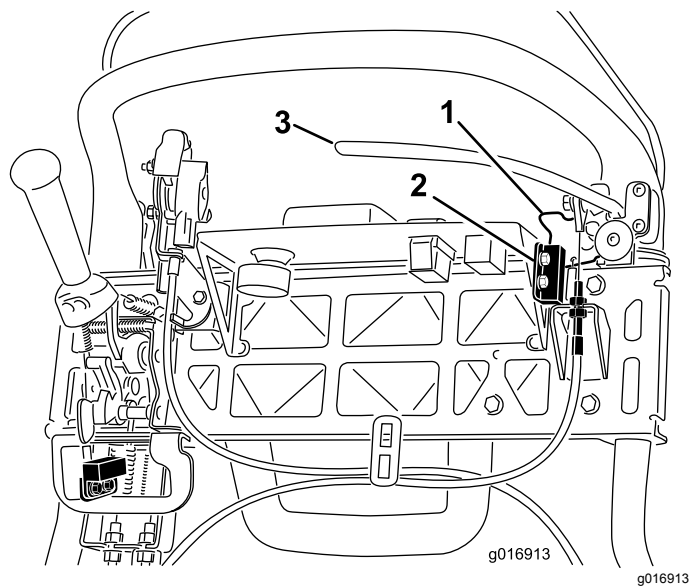

Figura 43
4. Afloje las fijaciones de montaje del interruptor de seguridad (Figura 43).
5. Coloque un suplemento de 1,6 mm de grosor entre el seguro del freno de estacionamiento y el interruptor de seguridad (Figura 43).
4. Para aumentar la tensión del cable, afloje la contratuerca superior del cable y apriete la contratuerca inferior (Figura 43) hasta que se requiera una fuerza de 156 N aplicada a la palanca de freno para quitar el seguro del freno de estacionamiento. No apriete demasiado, porque la cinta del freno puede agarrarse.